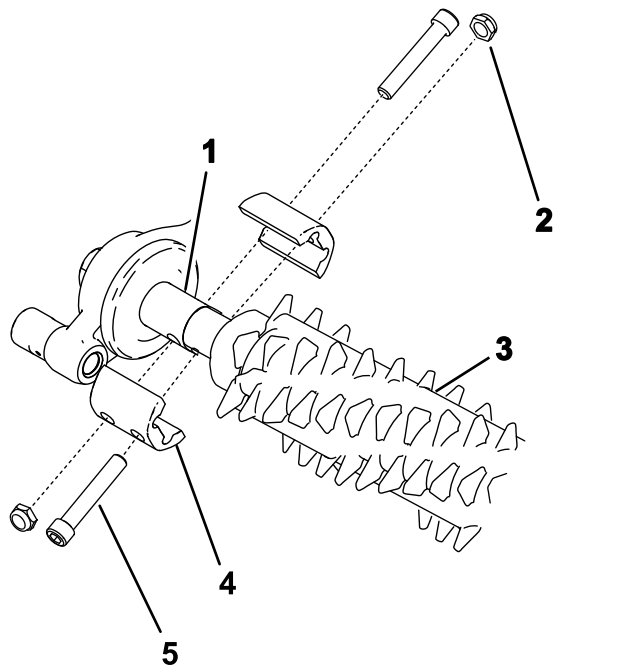

Figura 26
2. Allineate il gruppo cilindro del groomer alla scatola ingranaggi del groomer e al gruppo tendicinghia (Figura 26).
4. Serrate i bulloni che tengono in posizione il gruppo groomer come mostrato in Figura 26;